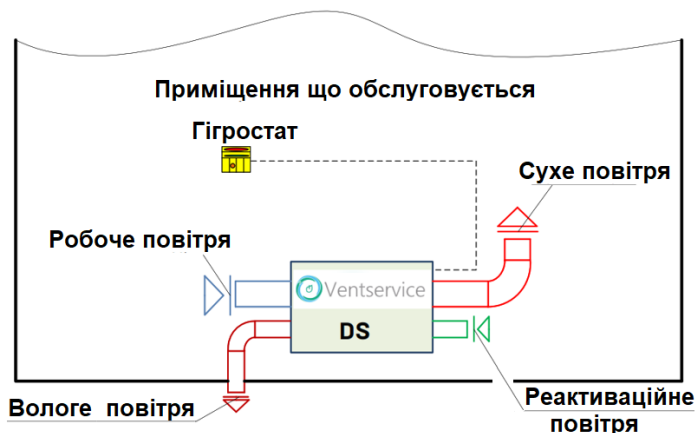

Рисунок 9.7 – Робота осушувача в режимі «сушіння» (внутрішній варіант)
- Робота осушувача в "замкнутому" контурі в режимі «сушіння» — див. **Рисунок 9.7**.
Рисунок 9.7 демонструє внутрішнє встановлення осушувача під час роботи в режимі рециркуляції з забором реактиваційного повітря з приміщення (режим «сушіння» приміщення). Такий варіант виправданий, наприклад, у випадках, коли осушувач використовується для сушіння приміщень після затоплення або перед проведенням оздоблювальних робіт.